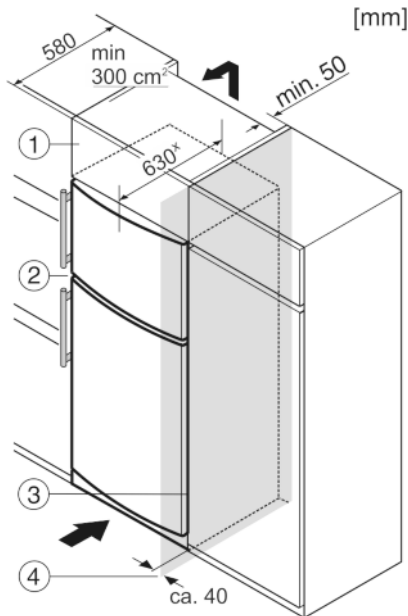

Fig. 9
- (1) Dulap suspendat
- (2) Aparat
- (3) Dulap de bucătărie
- (4) Perete
Aparatul poate fi refăcut cu dulapuri de bucătărie. Pentru a aduce aparatul Fig. 9 (2) la același nivel cu mobilierul de bucătărie, se poate monta deasupra aparatului un dulap suspendat Fig. 9 (1).
La integrarea în dulapurile de bucătărie (adâncime maximă 580 mm), aparatul poate fi amplasat direct lângă dulapul de bucătărie Fig. 9 (3). Aparatul iese în afară în partea laterală cu 34 mm x, iar în centrul aparatului cu 50 mm x, în raport cu suprafața frontală a dulapului de bucătărie.
Atunci când aparatul este montat cu balamalele lângă un perete Fig. 9 (4), distanța dintre aparat și perete trebuie să fie de minim 40 mm. Această valoare corespunde proeminenței mânerului cu ușa deschisă.